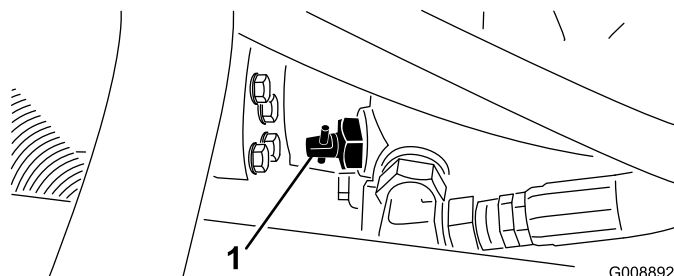

Figura 42
1. Localize a válvula de derivação na bomba (Figura 42) e rode-a 90°.